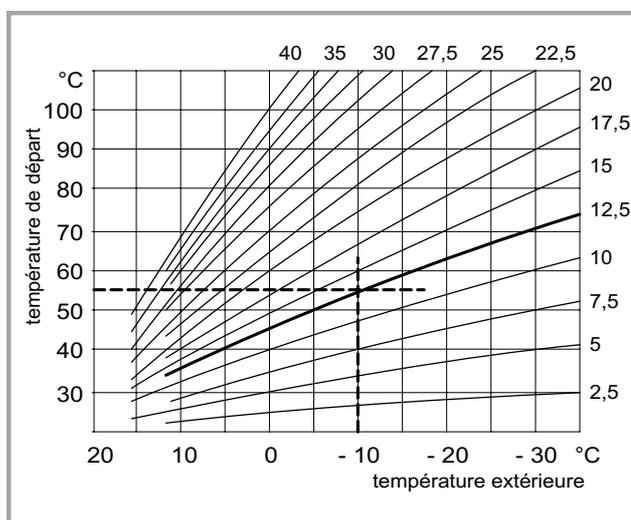

Fig. 34 - Pente de chauffage
Choix de la pente de la courbe de chauffe (fig. 34)
- Choisir la pente de la courbe de chauffe selon la méthode décrite au paragraphe "Réglage de la pente de chauffage". Voir figure 34 page 30.
Voir figure 34 page 30
- Choisir la pente de la courbe de chauffe selon la méthode décrite au paragraphe "Réglage de la pente de chauffage". Voir figure 34 page 30